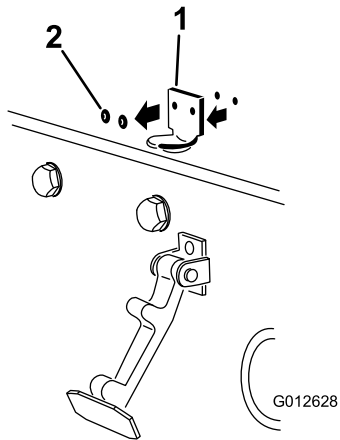

図 7
2. フードラッチブラケットをフードに固定しているリベット2本を外す 図 7。